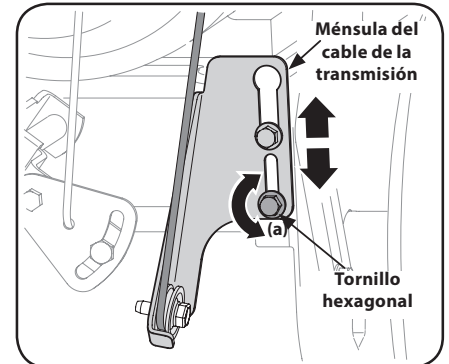

Figura 4-10
2. Afloje el tornillo hexagonal inferior (a) del soporte del cable de la transmisión. Vea la Figura 4-10.